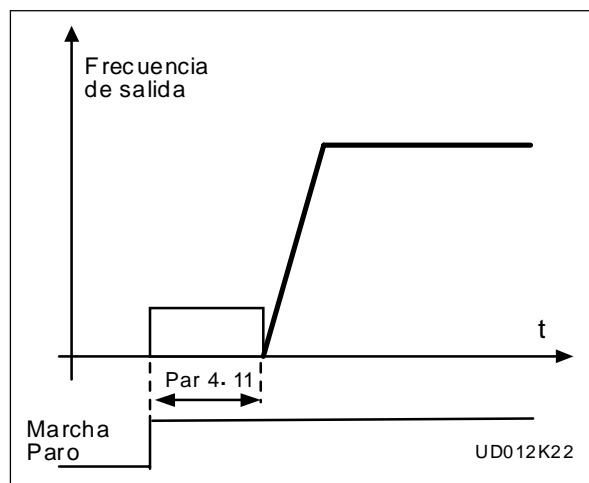

Figura 2.5-25 Tiempo freno CC a la marcha
- >0 El freno de CC se activa en el momento de la marcha y este parámetro define el tiempo hasta que se libera el freno. Después de liberar el freno aumenta la frec. de salida en función de los ajustes de marcha par. 4. 6 y par. de aceleración (1. 3, 4. 1 or 4. 2, 4. 3), ver figura 2.5-25.